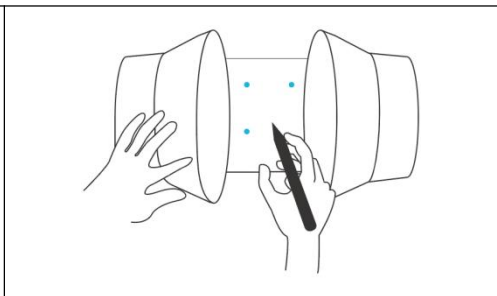

Figura 3 .
3. Utilice el soporte de brida para ajustar la posición deseada del ventilador. Marque los cuatro orificios de montaje. Véase la figura 3.